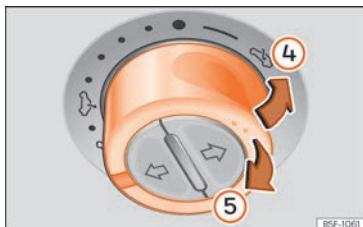

Fig. 110 En el revestimiento interior del techo: pulse el conmutador y tire de él para levantar y bajar el techo.
- Levantar: pulse el conmutador hacia la posición »» fig. 110 ④. Para una posición intermedia, mantenga el conmutador accionado hasta alcanzar la posición deseada.
- Bajar: tire el conmutador hacia la posición »» fig. 110 ⑤. Para una posición intermedia, mantenga el conmutador accionado hasta alcanzar la posición deseada.
- *Techo de cristal:* antes de que transcurran aprox. 5 segundos desde la activación de la función antiaprisionamiento, mantenga el mando tirado hacia atrás » » fig. 110 (flecha ⑤) hasta que el techo quede completamente cerrado.